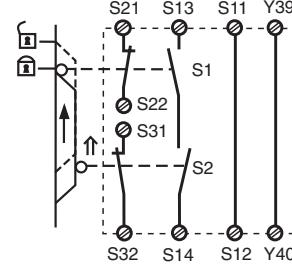

Fig. 7: Schutztürsteuerung zweikanalig,
- Fig. 7: Automatischer Start bei Schutztürsteuerung: Das Gerät ist bei geöffneter Schutztür über den Startkreis S13-S14 startbereit. Nach Schließen der Eingangskreise S21-S22 und S31-S32 werden die Sicherheitskontakte geschlossen.
- Fig. 7: Automatic reset with safety gate control: with the safety gate open the unit is ready for operation via reset circuit S13-S14. After closing the safety input circuit S21-S22 and S31-S32 the safety contacts will close.
- Fig. 7: Réarmement automatique en cas de surveillance protecteur: lorsque le protecteur est ouvert, le circuit S13-S14 se ferme et le relais est prêt à fonctionner. Dès la fermeture des canaux d'entrée S21-S22 et S31-S32, les contacts de sortie du relais se ferment.